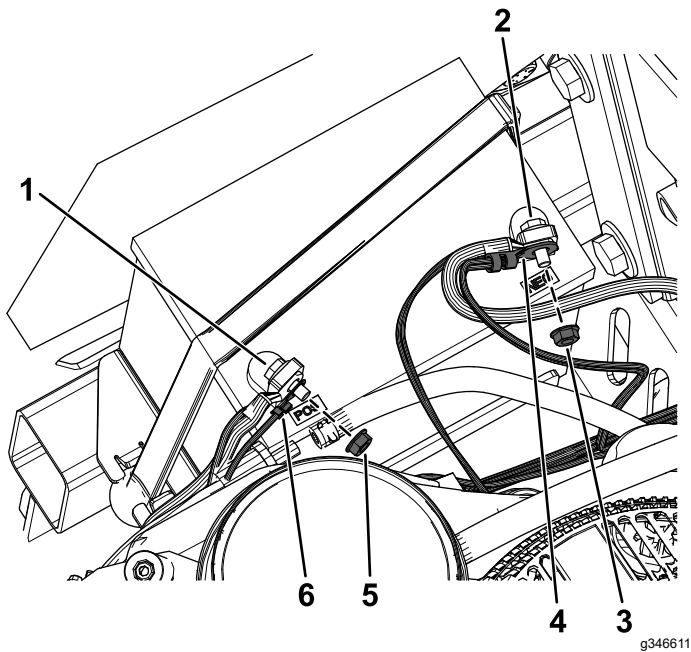

Figura 23
5. Retire a porca do terminal positivo da bateria e instale o aro do terminal positivo da cablagem do kit no parafuso (Figura 23).
6. Prenda o aro do terminal positivo utilizando a porca previamente removida (Figura 23).
8. Retire a porca do terminal negativo da bateria e instale o aro do terminal negativo da cablagem do kit no parafuso (Figura 23).
9. Prenda o aro do terminal negativo utilizando a porca previamente removida (Figura 23).